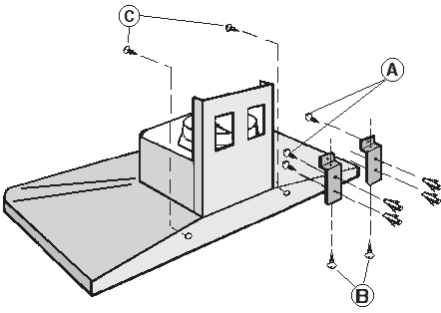

fig.7
Fixation murale de la hotte (fig. 7)
2. Fixez les supports métalliques au mur à l'aide des vis (A) et chevilles (fig. 7).
1. Accrochez la hotte aux supports. Mettez-la de niveau en utilisant les vis de réglage B (fig. 7).
3. Accrochez la hotte et fixez-la définitivement à l'aide des 2 vis C (fig. 7).